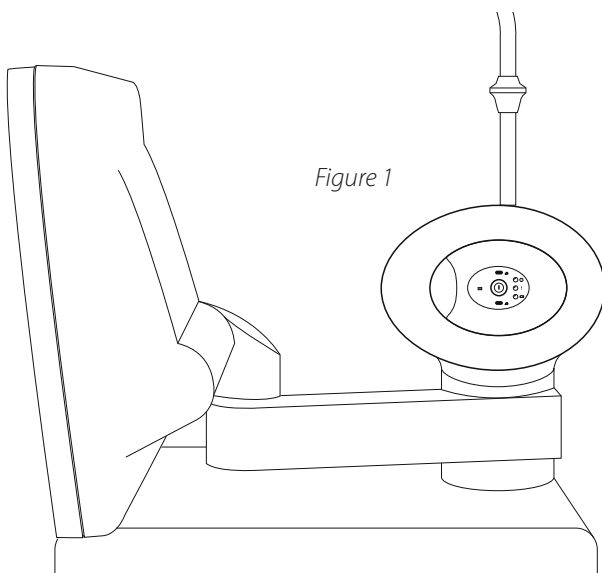

Figure 1
1. Fixez l'alarme à la potence pour intraveineuse/ au stand d'égouttement de la machine de dialyse (voir figure 1). S'il est impossible d'effectuer cette action, veuillez contacter et consulter Redsense Medical. Branchez l'adaptateur secteur à une prise murale et au connecteur noir du système d'alarme. (La figure 2 illustre le connecteur.)